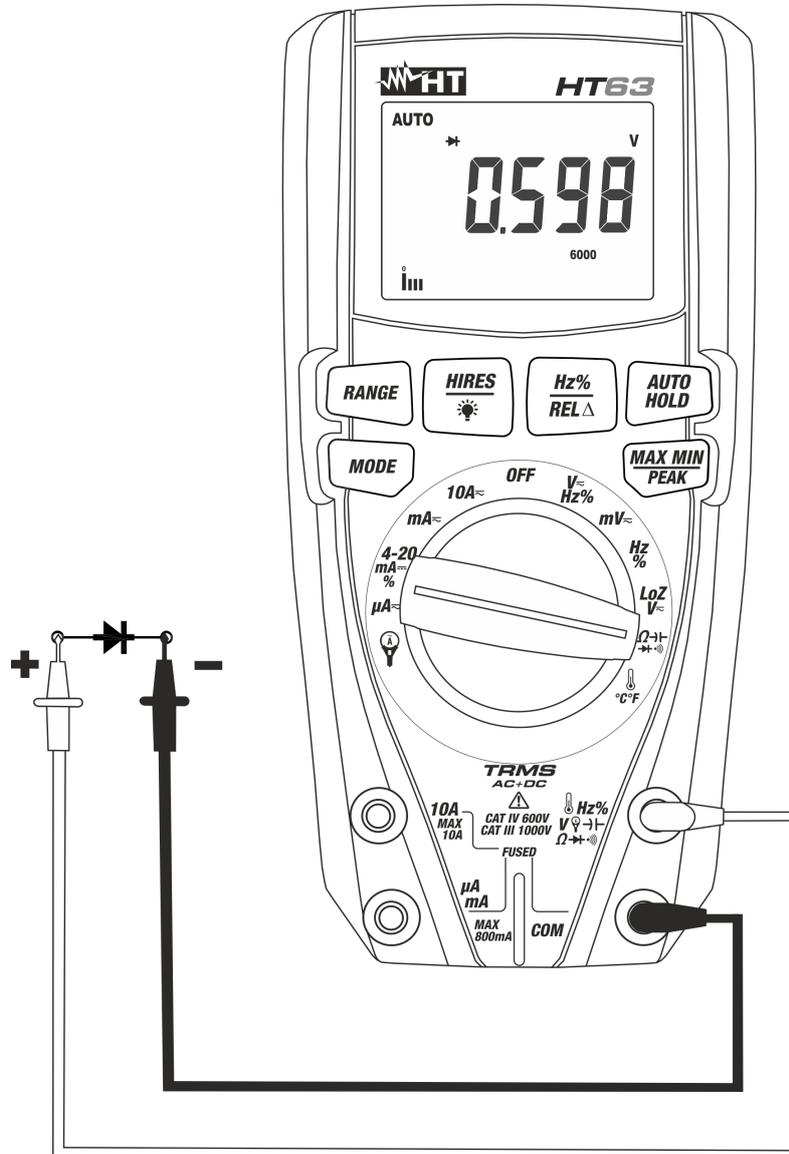

Fig. 7: Uso dello strumento per la Prova Diodi
4. Posizionare i puntali ai capi del diodo in esame (vedere Fig. 7) rispettando le polarità indicate. Il valore della tensione di soglia in polarizzazione diretta è mostrato a display
6. Se lo strumento visualizza il messaggio “O.L” i terminali del diodo sono invertiti rispetto a quanto indicato in Fig. 7 oppure la giunzione P-N del diodo è danneggiata